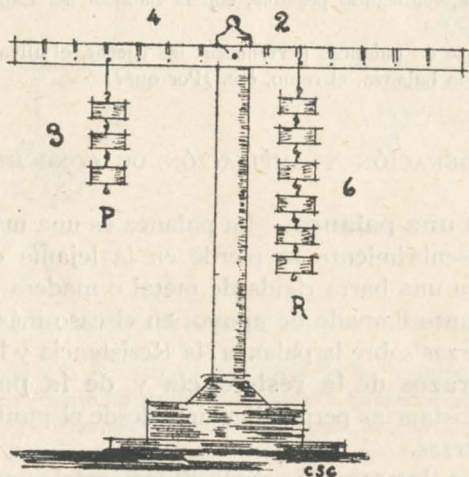

Fig. 16
3) Suspenda la palanca por su parte media, de modo que resulten sus brazos iguales. Puede usar el aparato, Fig. 16. Cuelgue de un extremo un
Demostración experimental.—Esta ley de equilibrio se puede demostrar con el aparato representado en la (fig. 16), que es una barra suspendida por su parte media y dividida en secciones iguales y se pueden colgar pesas. Si tomamos, por ejemplo, una Resistencia = 6 unidades y un brazo = 2 unidades, tenemos un total de 12 unidades que pueden equilibrarse